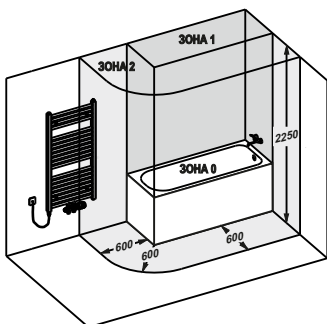
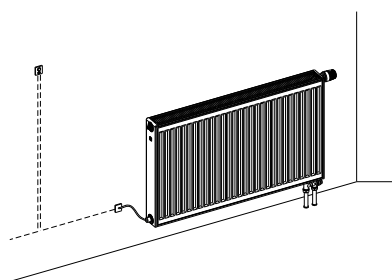
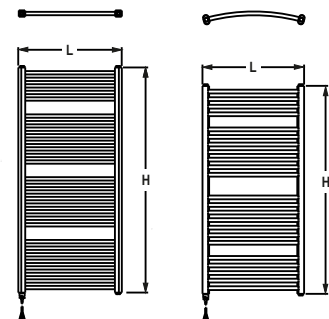
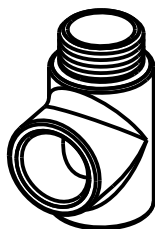

Рис. 1
Рис. 2
Рис. 3
Рис.4 Штуцер Т (Z-SKV-0001)
- рабочее положение	вертикальное с электро кабелем внизу - действ. для ОП KORALUX (см.рис.3) горизонтальное в нижней части ОП – действ. для RADIK COMBI VK (см.рис.2)
**Запрещается устанавливать ОП с ЭНЭ внутри ванной или душевой кабины или над ванной или душем (зоны 0 и 1 согласно ČSN 33 2000-7-701, см. рис. 1). Подводящая электропроводка к ЭНЭ должна соответствовать предписаниям для подключения электрических приборов класса 1, и она должна быть защищена соответствующим и работоспособным устройством защитного отключения. Если ЭНЭ не будет подключаться к электросети с помощью намонтированной сетевой вилки, то в электросоединении ЭНЭ должен быть намонтирован выключатель, позволяющий пользователю, в случае необходимости, безопасное отключение от электросети.**
Осторожно вставьте ЭНЭ снизу в ТОП KORALUX (рис. 1, 3) или сбоку в нижний вывод ПОП RADIK COMBI VK со стороны, противоположной вентилю (рис.2) и утяните его боковым ключом размера 22. Запрещается затягивать ЭНЭ за металлическую втулку присоединительного кабеля! Если конкретная ситуация требует, чтобы к входящей у ТОП, куда монтируется ЭНЭ, была одновременно подключена и обратка тепловодной системы, то используйте специально для этого предназначенный «Т»-штуцер (оснастка KORALUX - торговое обозначение Штуцер «Т» – рис. 4). ОП прикрепите к стене при помощи крепления, рекомендованного производителем ОП, подключите его к системе отопления, наполните теплоносителем (водой) и удалите воздух. Во время этого следите, чтобы не произошло повреждение кабеля или корпуса элемента!